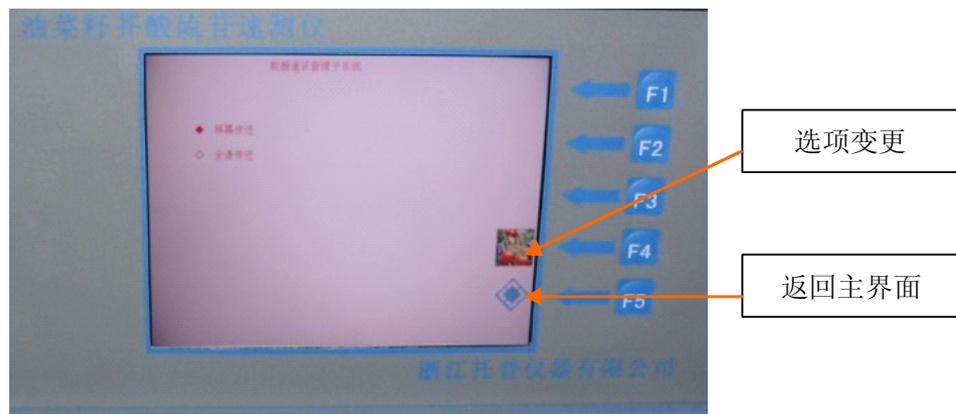

图 8 存储回放界面
- 4、选择好谱线类型后，按“谱线回放”按键，进入光谱曲线显示程序。图8显示参照谱线存储回放界面。